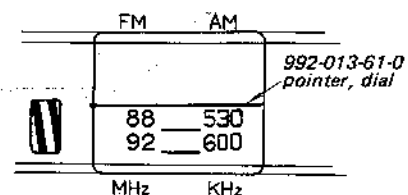

Fig. 2-8.
1. Die richtige Länge des Skalesseiles (Fig. 2-8 (a)).
2. Drehen der Skalentrommeln in die Position wie in Fig. 2-8 (c) u. die Skalesseitrommel ganz nach rechts.
3. Verknoten des freien Endes vom Skalesseil an den Halter A auf der Skalesseitrommel u. Verlegen des Skalesseiles in folgenden Schritten (Fig. 2-8 (b)). Sollte der Halter abbrechen, wird an seine Stelle mit Hilfe einer Bohrmaschine ein Loch in die Trommel gebohrt und eine Schraube eingedreht, die als Halter verwendet werden kann.
5. Bei Drehen des Senderwahlknopfes nach rechts, muß überprüft werden, ob der Zeiger in der richtigen Position ist (Fig. 2-8 (c)).